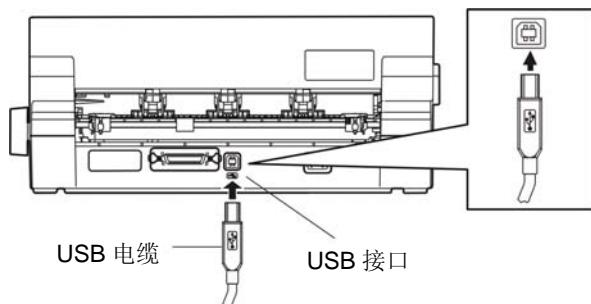

图 2-10 连接 USB 电缆
1. 将 USB 电缆的 A 端插头 (方型) 插进打印机的 USB 接口插座中 (如图 2-10 所示)。